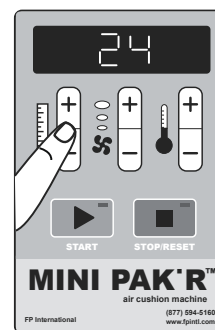

Figure 12
- **Longueur fixe :** Pour produire une longueur fixe de coussins d'air, appuyez sur la touche « + » jusqu'à ce que la longueur souhaitée s'affiche à l'écran. La machine comptera à rebours la longueur de coussins d'air qu'il reste à produire. (Voir Figure 12)